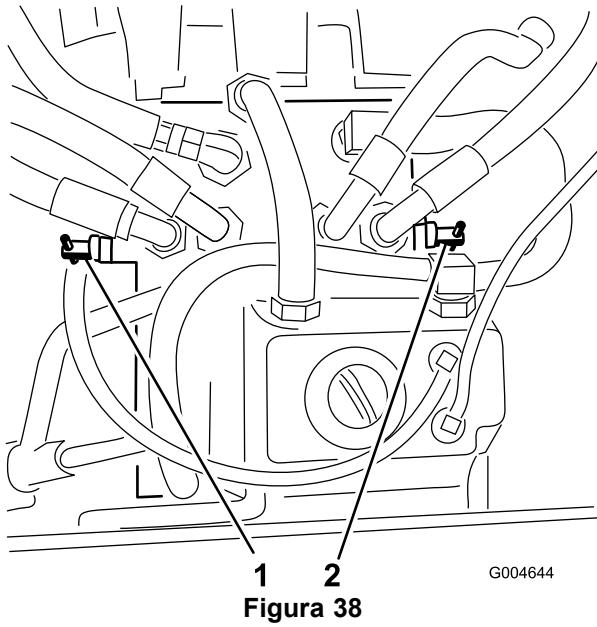

Figura 38
3. Girate ogni valvola di bypass di un giro in senso antiorario (Figura 38).
Girate ogni valvola di by-pass di un giro in senso orario e serratela (a una coppia di 8 Nm circa) (Figura 38).